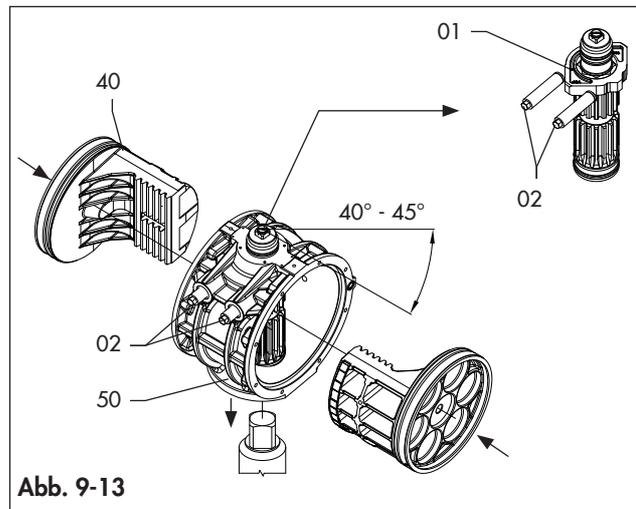

Abb. 9-13
- Stecken Sie die Buchsenverbindung der Welle (60/60.1) in eine ordnungsgemäß befestigte Kupplungsverbindung. (Abb. 9-13)
- Drehen Sie das Gehäuse (50) um 40°-45° im Uhrzeigersinn von oben gesehen, wie in Abb. 9-13 gezeigt. Stellen Sie sicher, dass der Octi-Nocken (01) gemäß Abb. 9-13 korrekt ausgerichtet ist.